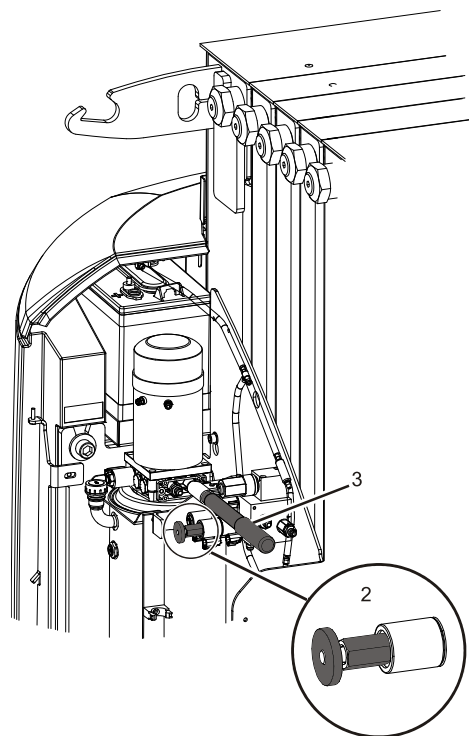

Figura 3-8. Dispositivos de funcionamiento manual de Giro horizontal
- válvula de control (2) situada sobre el conjunto principal de válvulas de control (Remitirse a la Figura 3-8.).
- una bomba manual (3), situada sobre el conjunto principal de válvulas de control (Remitirse a la Figura 3-8.).